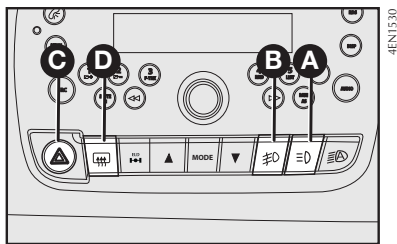

fig. 80
**C** - Botão com indicação de função para ligar/desligar as luzes de emergência **fig. 80**.
Com o dispositivo ligado, em algumas versões, o símbolo sobre o interruptor **C-fig. 80** e o indicador  $\leftarrow \rightarrow$ , no quadro de instrumentos, iluminam-se de modo intermitente.
O botão de comando **A-fig. 80** estará habilitado com seu respectivo LED quando for instalado o componente. Para a instalação dos faróis auxiliares, recomendamos dirigir-se à **Rede Assistencial Fiat**.